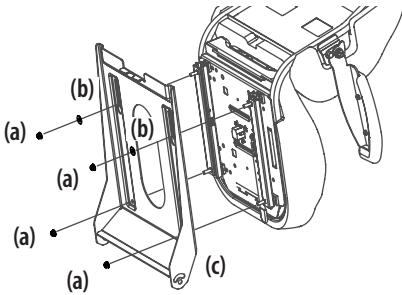

Figure 6
- b. Pour le levier d'ajustement du siège : utilisez les écrous de blocage à bride (a) et les rondelles plates (b). Consultez la Figure 6.